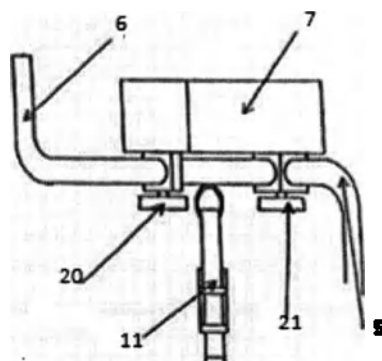

Рис.3
2. Сборка узла подлокотника (рис.3)